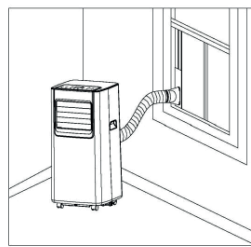

Fig. 5
- Verlängern Sie den Auspuffschauch und setzen Sie den Verbindungsstück in die Fensterabdichtung ein (wie auf Abb. 5 und 6 zu sehen sind).